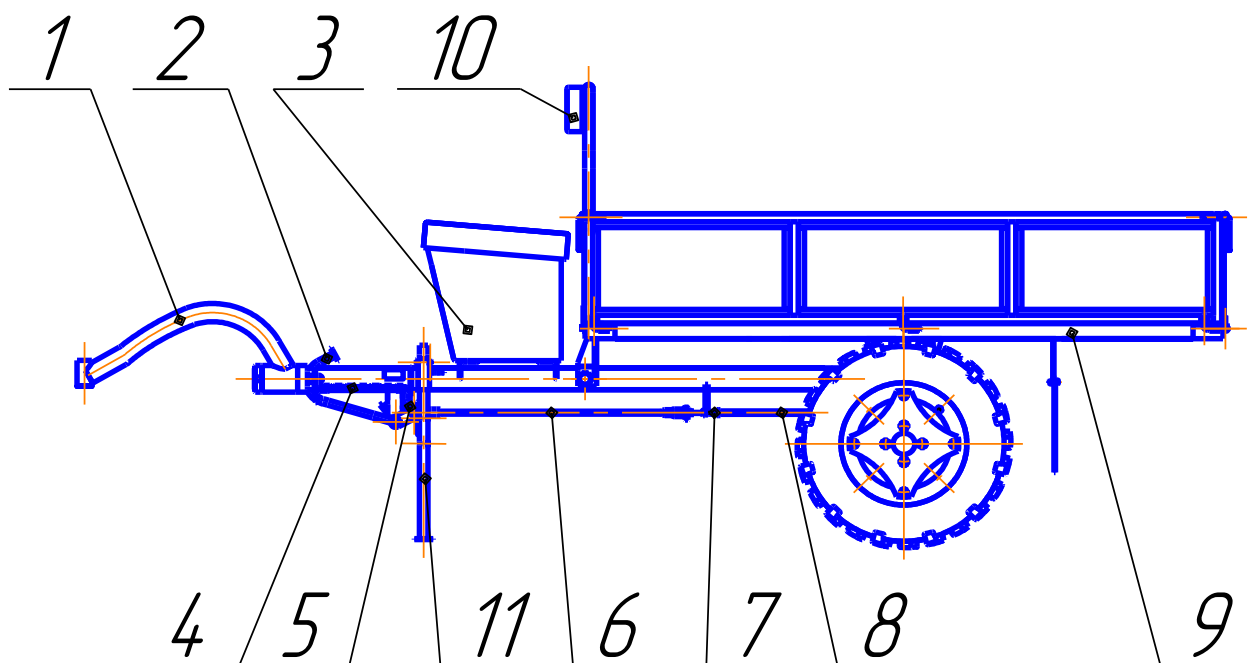

Рисунок 1 – Прицеп мотоблочный ПМ
4.3 При стоянке на подъеме или уклоне винт 5 стояночного тормоза (рисунок 1) должен быть затянут до упора, а под колеса прицепа должны быть подложены противооткатные упоры.
Для проверки привода тормозов необходимо затянуть винт 5 (рисунок 1) стояночного тормоза. Тормоз должен срабатывать и удерживать полностью груженный прицеп на уклоне до 18%. Если при затянутом винтом 5 рычаге тормоза колеса тормоза не блокируются, необходимо отрегулировать натяжение троса 8 регулировочными винтами 7 оболочки и натяжителем 6.